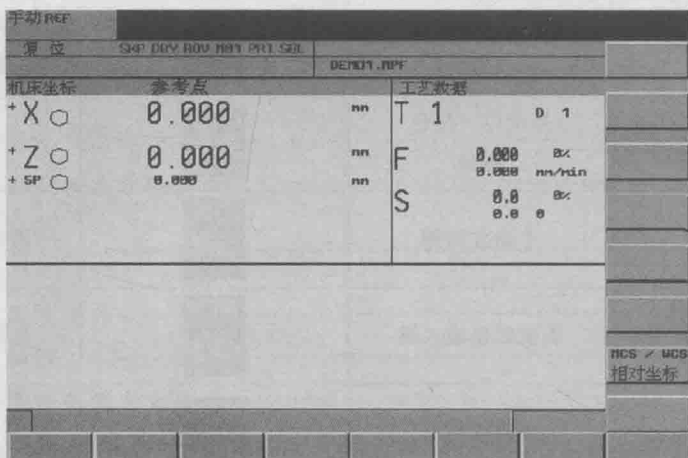

图 1-5 ZRN 方式回参考点
Step 02 打开机床左侧开关,接通电源。按系统面板绿色 POWER 键,系统引导以后进入“加工”操作区 ZRN 运行方式。出现“回参考点”窗口,如图 1-5 所示。
Step 03 转换成 JOG 手动模式,把机床沿原点反方向移动一段距离。再用机床控制面板上 ZRN“参考点”键启动回参考点运行。在回参考点窗口(图 1-5)中显示该坐标轴是否必须回参考点。
Step 04 依次按坐标轴方向键+X 和 +Z 各一次,直至在回参考点窗口(图 1-5)中机床坐标轴“+X”和“+Z”后标记由“○”变为“”,则该坐标轴回到了车床参考点。